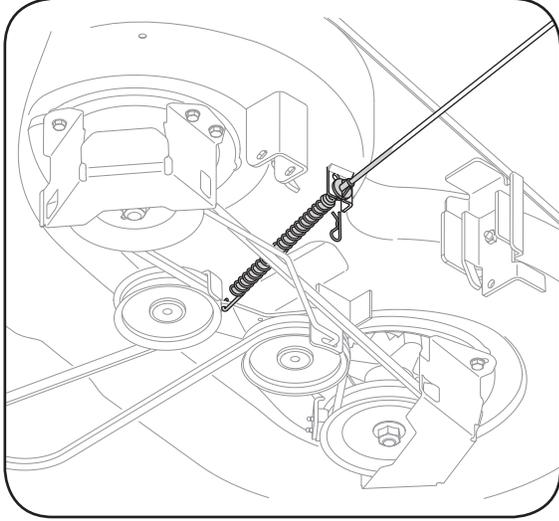

Figure 6-4
8. Écartez le câble de la prise de force de l'arrière du plateau de coupe en retirant la goupille-épingle qui le retient. Retirez le ressort du support de la poulie de tension du plateau de coupe. Voir la Figure 6-4.